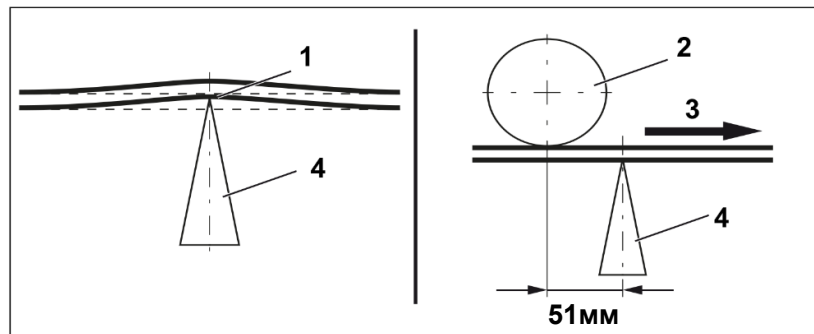

Рис. 23
1. Если вторичный очиститель (4, рис. 23) поднимает ленту транспортера (1, рис. 23), то прижимной ролик (2, рис. 23) необходимо установить выше точки контакта между скребком и конвейерной лентой с зазором 51 мм против направления движения (3, рис. 23) для поддержки конвейерной ленты.